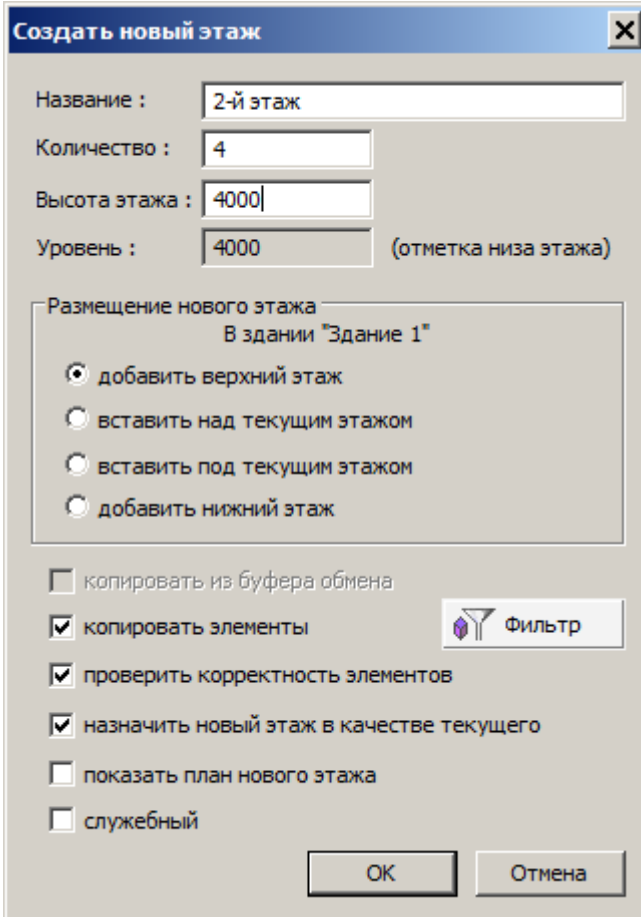

Рис.23.13. Диалоговое окно **Создать новый этаж**
- Вызовите диалоговое окно **Создать новый этаж** (рис.23.13) щелчком по кнопке  - **Этаж** (панель **Проект** на вкладке **Создание**).